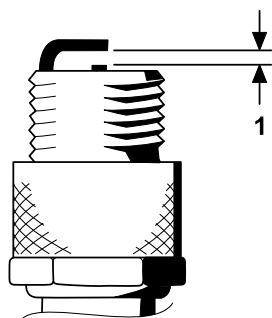

图35
4. 如图35所示将中心电极与侧电极之间的空隙设置为 0.76mm。